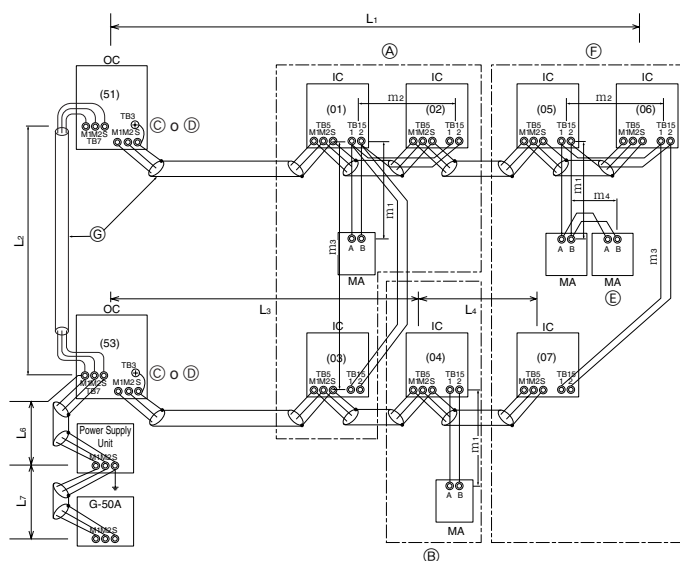

Fig. 6-3
- MA Unità del comando a distanza (Fig. 6-3)